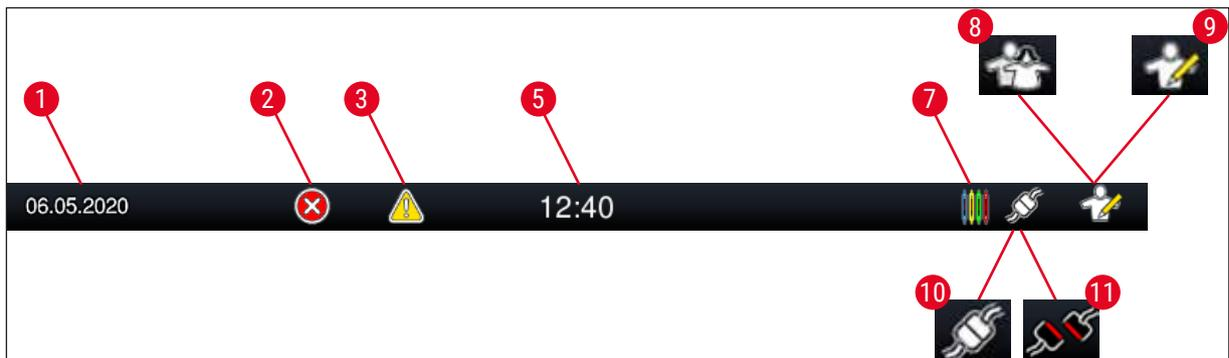

図 16
4. 現在のユーザーのステータスを示すアイコンが画面の右上、ステータスバー (→「図 16」) に表示されます。